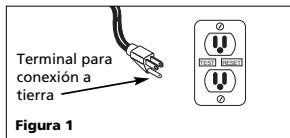

Figura 1
- Este equipo está diseñado sólo para funcionar en circuitos de 120 voltios (monofásicos) y está equipado con un cordón eléctrico de 3 cables y 3 terminales para conexión a tierra tal como se muestra en la Figura 1.